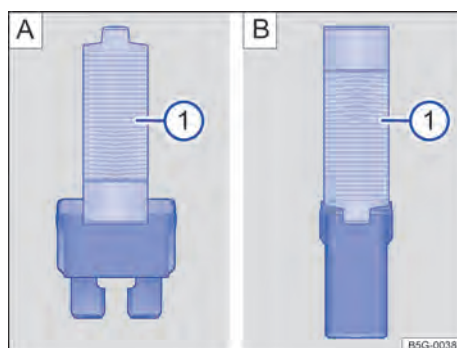

Fig. 157 Retirar o colocar el fusible con la pinza de plástico: **A** fusible plano, **B**: fusible de bloqueo.
- Si es necesario, sacar el útil de agarre de plástico → fig. 157 ① de la cubierta de la caja de fusibles.
- De acuerdo con la versión del fusible, colocar las pinzas de toma adecuadas del alicate plástico → fig. 157 [A] ① o → fig. 157 [B] ① lateralmente en el fusible.
- Si el fusible está averiado, sustituirlo por un nuevo de misma intensidad de corriente (mismo color y rótulo) y del mismo tamaño → ①.